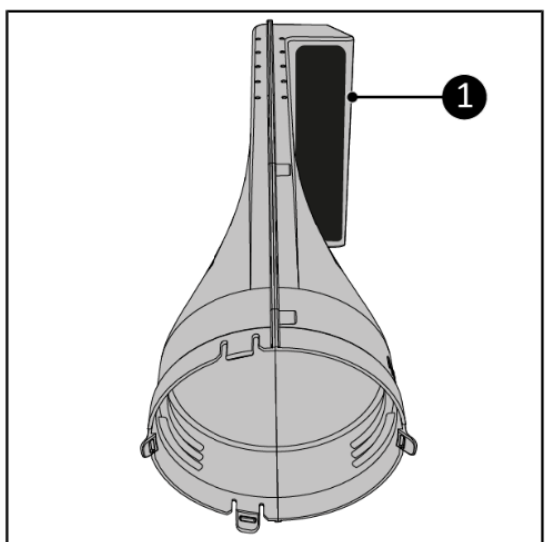

Figura 41.
3. Așezați dispozitivul de ieșire pentru set de ferestre (**15**) în fața dvs., astfel încât orificiul rotund să fie orientat spre dvs. (Figura 41).